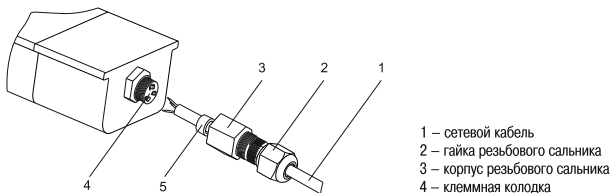

Рисунок 5
3.2.5.2 Для подключения светильника необходимо (рисунок 5):
- присоединить подготовленные концы сетевого кабеля 1 к контактным зажимам клеммной колодки 4 согласно маркировке: (L) – фаза, (N) – нейтраль (кроме ДСП 1336А). Подключение светильника ДСП 1336А производить согласно выбранному режиму работы (5.3) и схеме подключений (рисунки 4, 5).